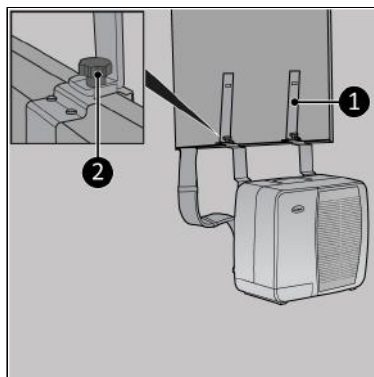

Figura 73.
1. Fissare le staffe superiori da caravan (Figura 73, pos. 1) alle staffe inferiori serrando il tappo a vite su ciascuna staffa (Figura 73, pos. 2).